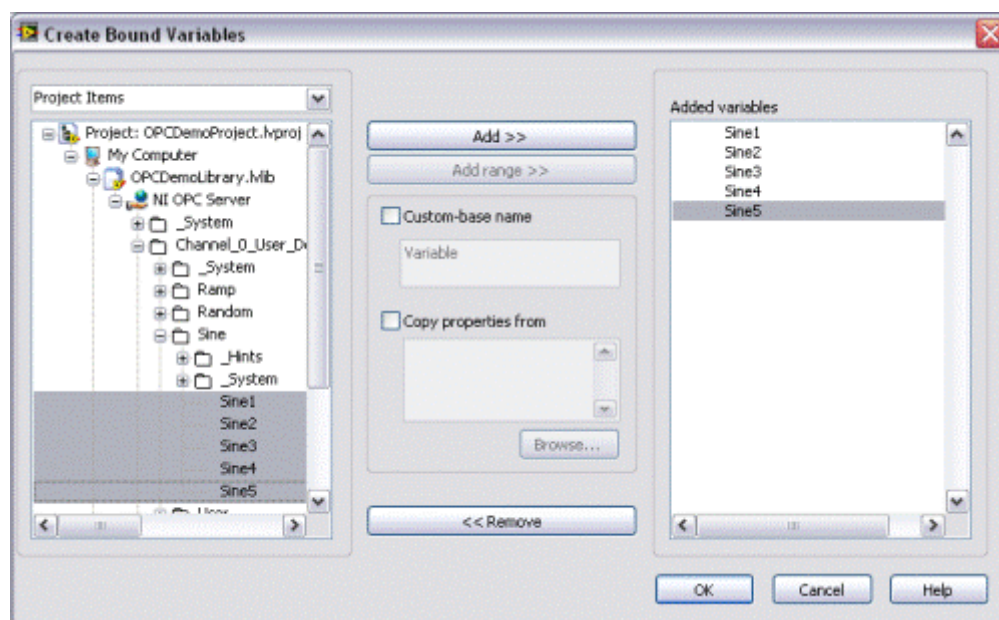

图 5：选择需要绑定到共享变量的 OPC 标签
3. 在创建绑定变量窗口中，选择 OPC 标签，通过浏览来自 OPC 服务器的仿真正弦数据，选择共享变量所需绑定的 OPC 标签，如图 5 所示。